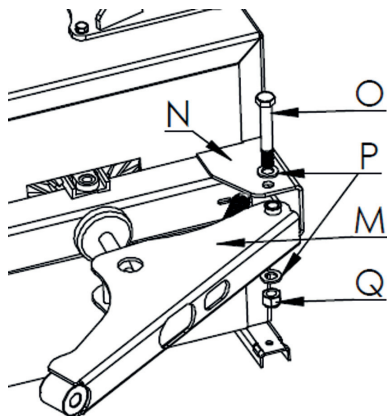

Bild 6a
- Schritt 1: Arm installieren, wie in Bild 6a abgebildet, stecken Sie dazu den Arm M auf den Rahmen N. Fixieren Sie ihn mit der Schraube O und der Beilagscheibe P und ziehen Sie die Verbindungsmutter fest an.